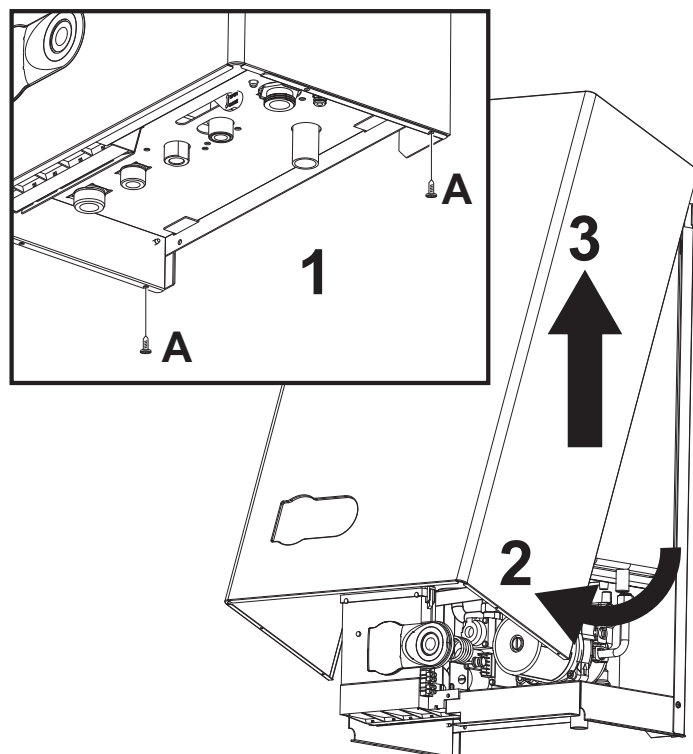

fig. 7 - Deschiderea carcasei
1. Deșurubați șuruburile A (vezi fig. 7).
2. Rotiți carcasa (vezi fig. 7).